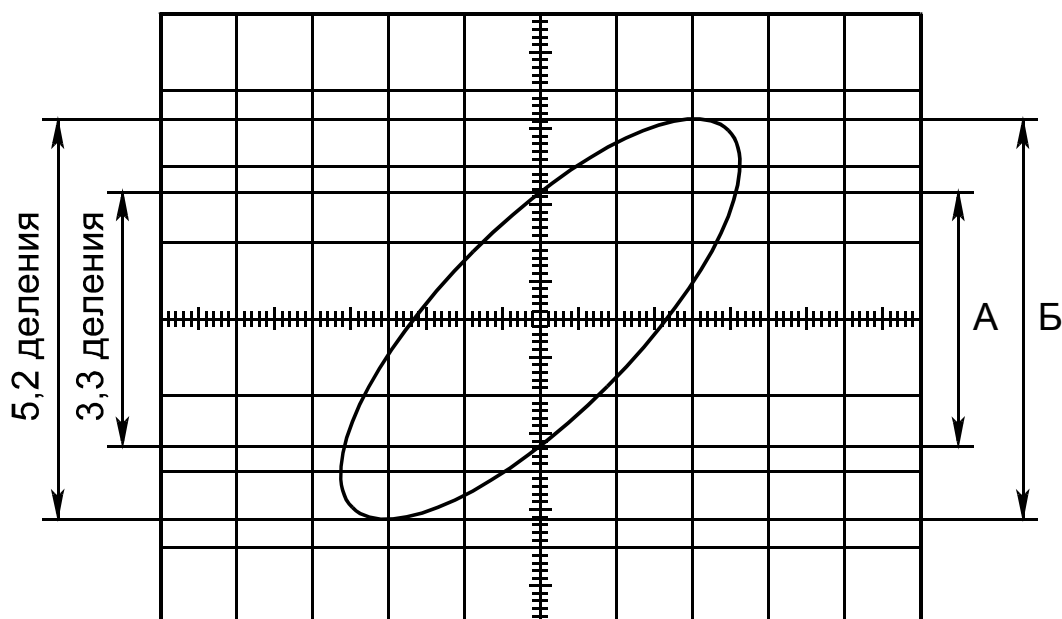

Рис. 13. Измерение разности фаз двух синусоидальных сигналов методом фигур Лиссажу
- измерьте расстояния А и Б, как показано на рис. 13.
ПРИМЕР. Для получившейся фигуры справедливо: А = 3,3 деления, Б = 5,2 деления (рис. 13). Таким образом: